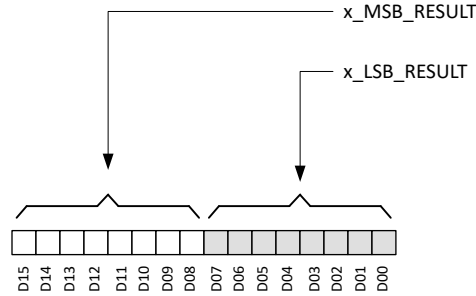

图 6-15. 磁传感器数据定义
X、Y 和 Z 磁传感器数据存储在 `x_MSB_RESULT` 和 `x_LSB_RESULT` 寄存器中。图 6-15 显示了每个传感器输出以 16 位二进制补码格式存储在两个 8 位寄存器中。数据可以结合 MSB 和 LSB 寄存器以 16 位格式检索，也可以通过 MSB 寄存器以 8 位格式检索。
- D_i 是 图 6-15 中所示的数据位。